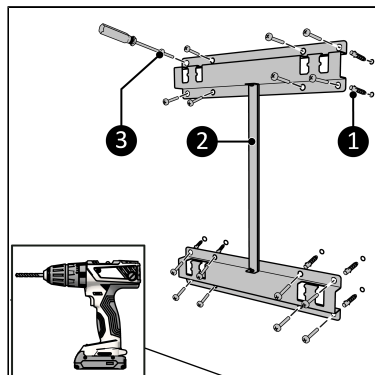

Figure 82.
3. Insérez des chevilles murales (Figure 82, pos. 1).
4. Vissez et fixez le support mural (Figure 82, pos. 2) au mur avec huit grandes vis à l'aide d'un tournevis cruciforme (Figure 82, pos. 3).